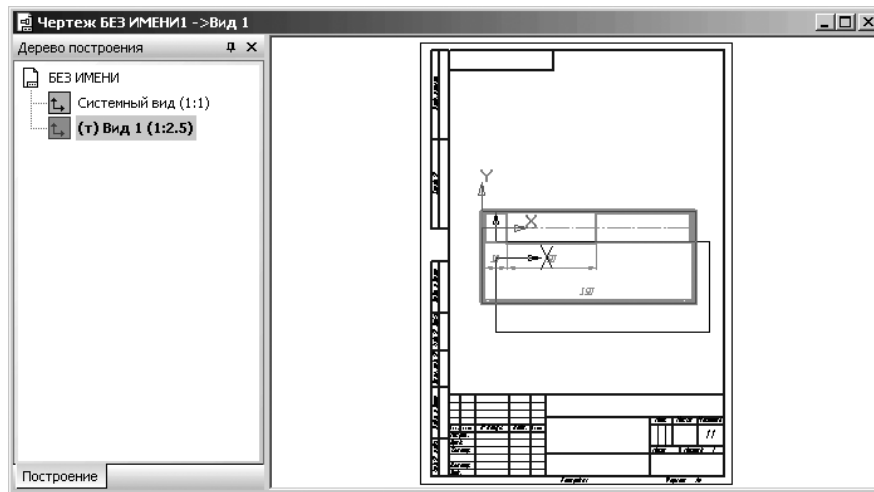

Рис. 4.127. Изменение местоположения начала координат вида
- переместите фантом вида в нужное место. Это состояние системы показано на рис. 4.127.